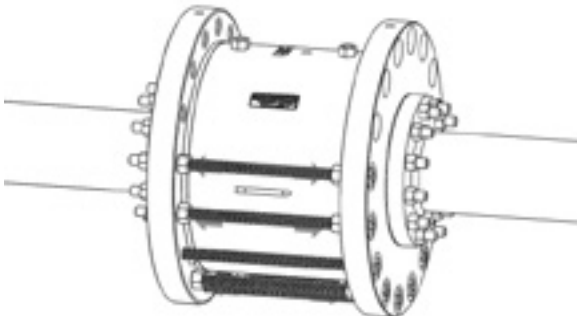

Abbildung 7 – Die Wirbelmutter sind bündig mit der Vorderseite des Leitungsflanschs.
3. Drehen Sie jede Wirbelmutter so, dass die Vorderseite der Unterlegscheibe bündig mit der Vorderseite des Leitungsflanschs ist, wie in Abbildung 7 unten gezeigt.